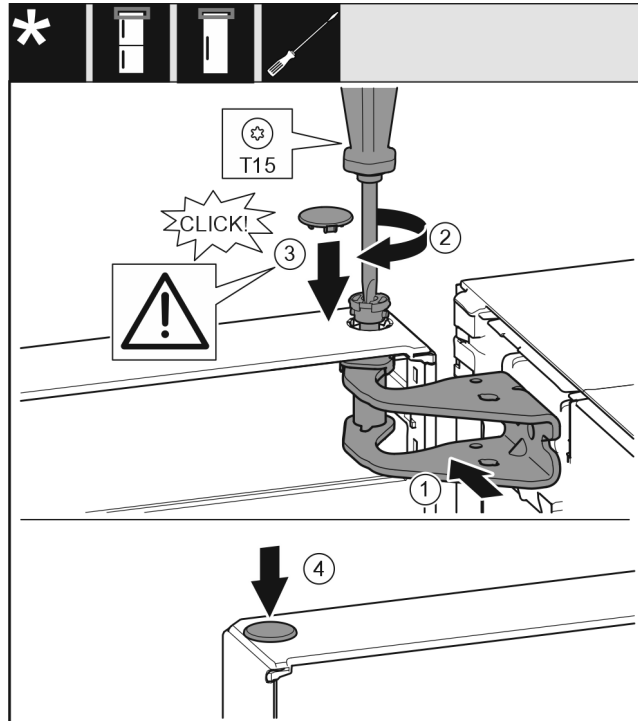

Fig. 36
- ▶ Выровняйте дверь сверху по отверстию в опорном кронштейне Fig. 36 (1).
- ▶ Вставьте палец Fig. 36 (2) и затяните отверткой.
- ▶ Установите крышку Fig. 36 (3).
- ▶ Проследите за тем, чтобы крышка Fig. 36 (3) прилегала к дверям.
- ▶ Установите крышку Fig. 36 (4).